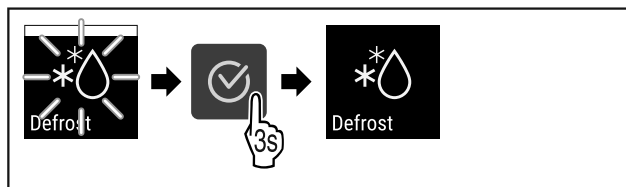

Fig. 86
- Eseguire i passi (vedere Fig. 86) .